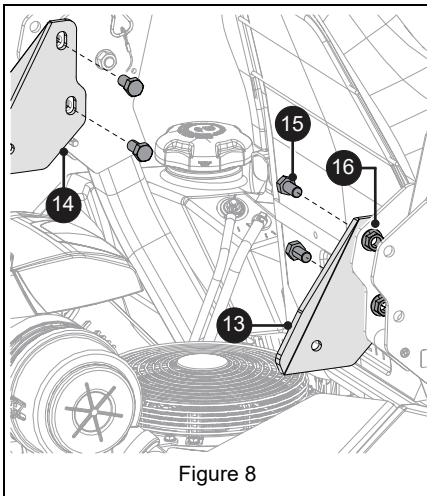

Figure 8
2. Installer le support droit de la structure ROPS (élément 13) à l'intérieur de la structure ROPS à l'aide de deux boulons hexagonaux 1/2" x 1" (élément 15) et de deux écrous à embase à blocage central 1/2" (élément 16). Faire de même pour le support gauche de la structure ROPS (élément 14). NE PAS serrer à fond la visserie. Voir Figure 8.